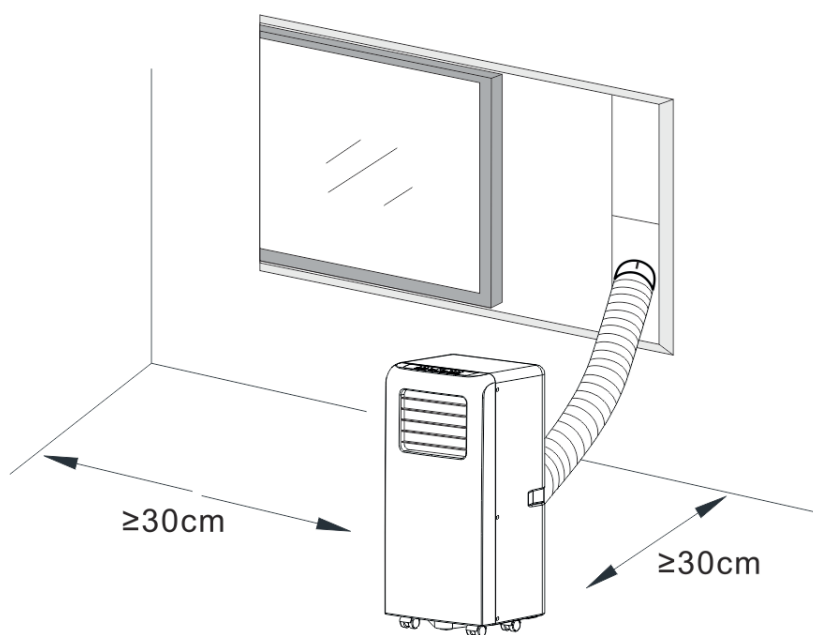

Fig. 3
- Een verwijderings-airconditioner moet rondom op een vlakke en lege plaats worden geïnstalleerd. Blokkeer de luchtuitlaat niet en de vereiste afstand moet minimaal 30 cm zijn. (Zie Fig. 3)